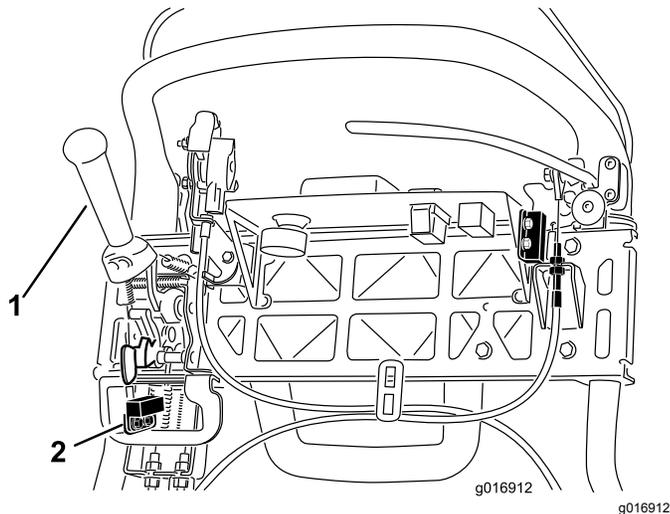

图42
4. 松开联锁开关紧固件(图42)。
5. 在牵引杆与联锁开关之间放入 1.6mm 厚的塞尺(图42)。